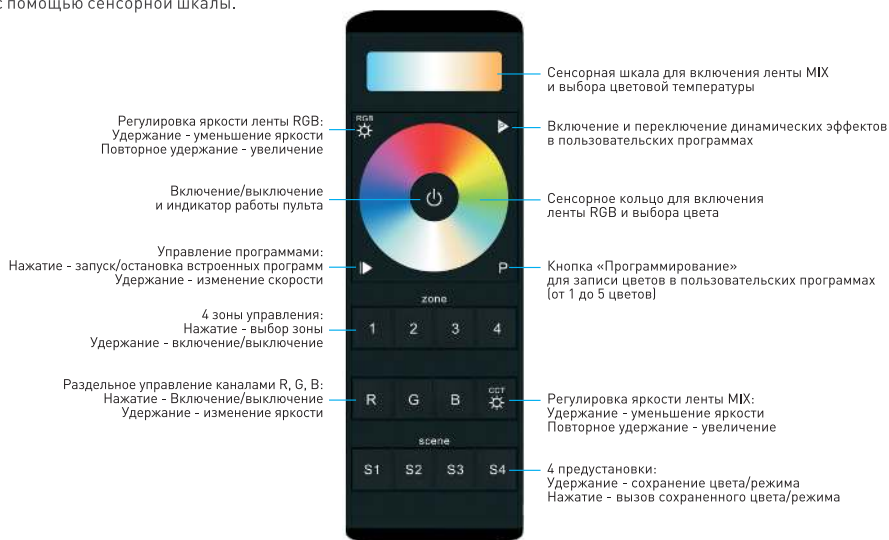

Рис. 2. Управление.
- 3.7. Проверьте управление лентой с пульта (Рис. 2).